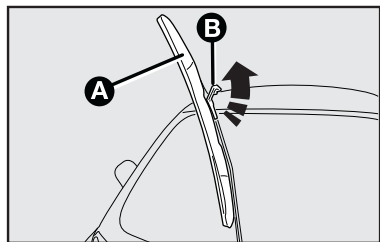

fig. 23
Substituição das palhetas do limpador do para-brisa - fig. 23
- 1) Levantar o braço **A-fig. 23** do limpador do para-brisa;
- 2) Puxar o dispositivo de trava **B-fig. 23** conforme a seta.